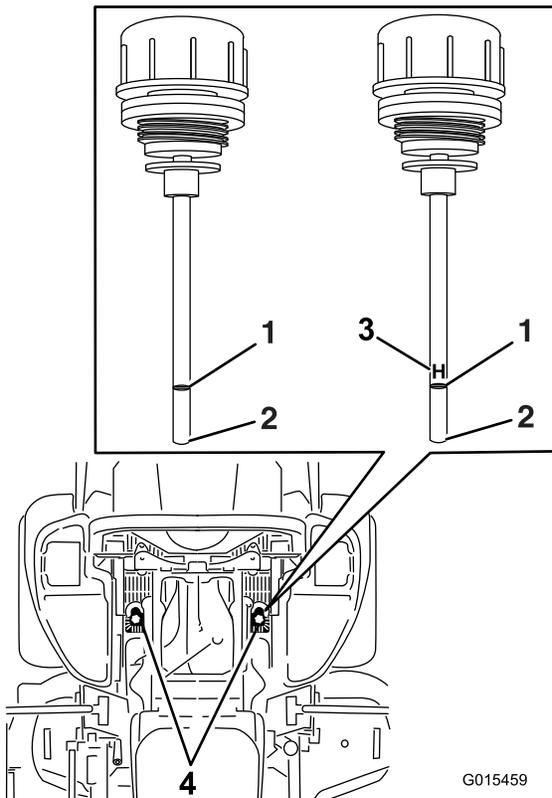

Figura 87
6. Limpie la zona alrededor de las varillas de los depósitos de los sistemas hidráulicos (Figura 87).
7. Retire una varilla del depósito hidráulico (Figura 87).
9. Retire la varilla e inspeccione el extremo (Figura 87). Si el nivel de fluido está en la marca ADD (AÑADIR), vierta lentamente en el depósito hidráulico solo la cantidad de fluido necesaria para que el nivel llegue hasta la marca de LLENO o H.